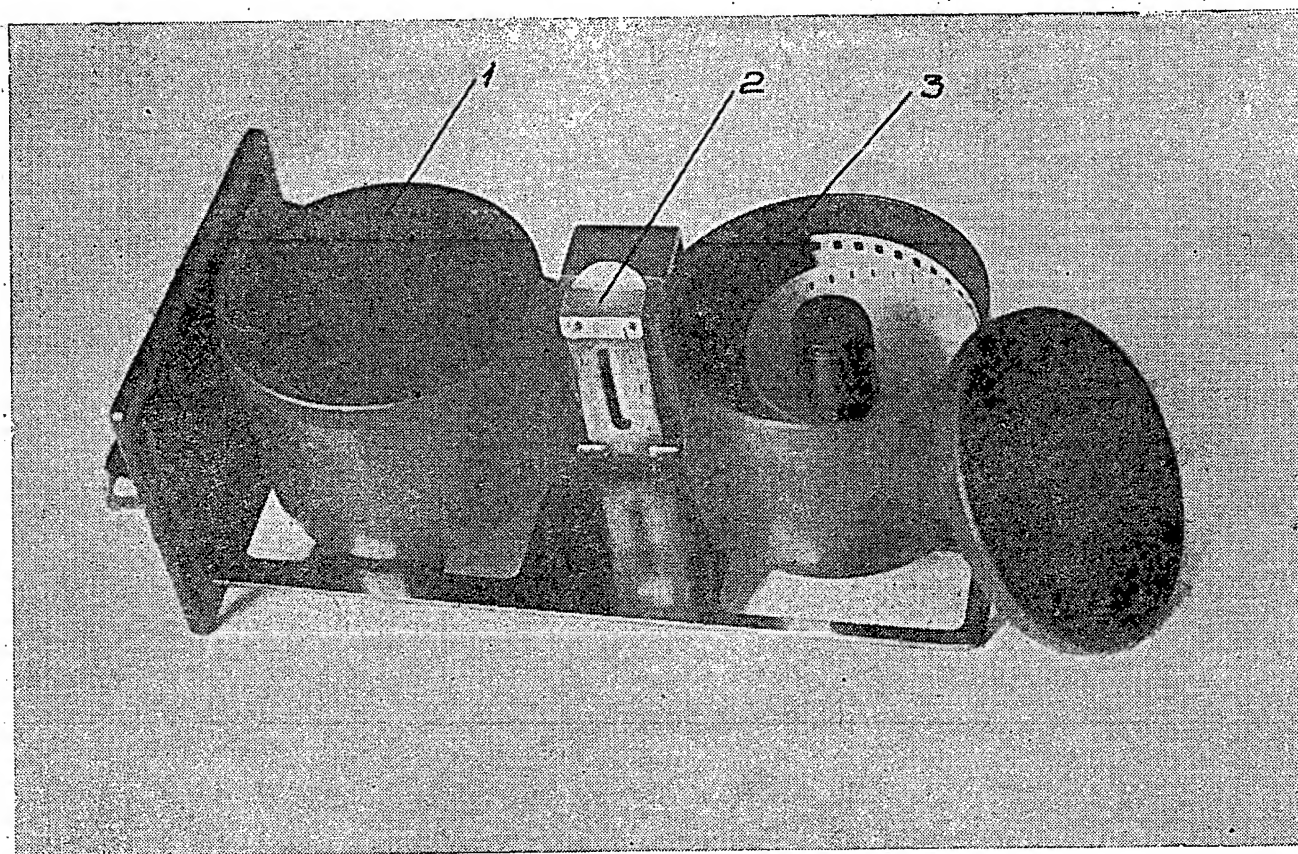

Рис. 4. 1. Зарядная камера. 2. Откидная крышка. 3. Приемная камера.
(см. рис. 4)
Движение пленки производится при помощи специального лентопротяжного механизма. Кассетодержатель соединяется с лентопротяжным механизмом через шестеренки, что дает возможность свободно вынимать и вставлять кассетодержатель в аппарат. В верхней части кассеты (см. рис. 4) находится цилиндрической формы камера (1) для зарядки в нее фотопленки или фотобумаги со светочувствительностью не менее 16 единиц по ГОСТу длиной не более 10 м. Конец пленки, выходящий из верхней камеры, направляется под откидную крышку (2) тянущего зубчатого барабаника и проходит в нижнюю камеру (приемную) (3), помеченную красной краской, в которой может поместиться не более 3 м пленки или бумаги.